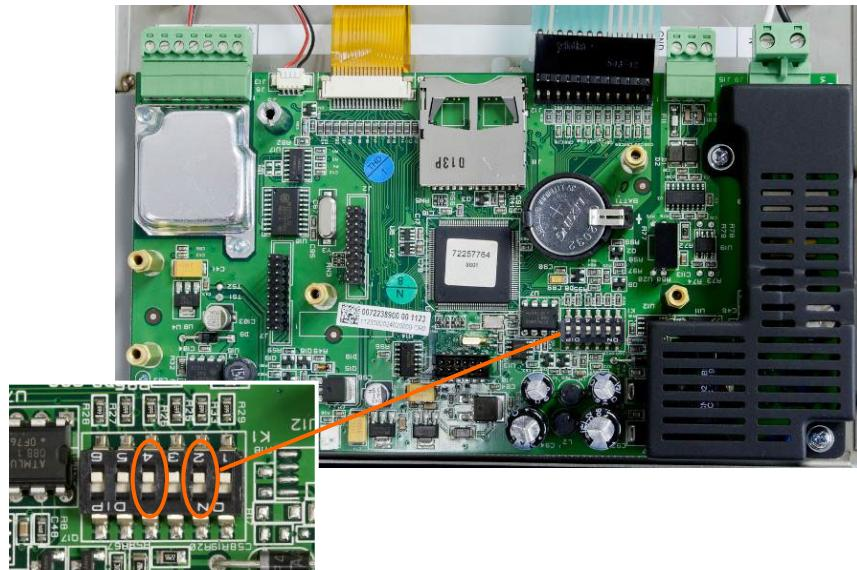

Figura 5-10: Interruttori SW1-2 e SW1-4
2. Comutare l'interruttore SW1-2 in posizione ACCESO come mostrato in Figura 5-10.
- La posizione dell'interruttore SW1-4 (mostrata anche nella Figura 5-10) determina se all'esecuzione della reimpostazione generale vengono reimpostati dati dell'EEPROM significativi dal punto di vista metrologico, relativi alla taratura della bilancia. Per la reimpostazione dei dati dell'EEPROM, l'interruttore SW2-4 deve essere commutato in posizione di accensione . Se l'interruttore SW1-4 è commutato in posizione SPENTO , la reimpostazione generale **non** avrà alcun effetto sui dati dell'EEPROM e resterà invariata la regolazione originale